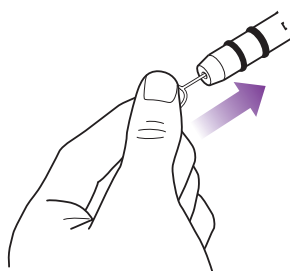

fig. 29
- 3 Utilisez l'accessoire fourni pour nettoyer la buse ou un petit morceau de métal rigide tel qu'un trombone et insérez prudemment l'extrémité à l'intérieur de l'ouverture de la buse. Voir l'illustration ci-dessus. (fig. 29)